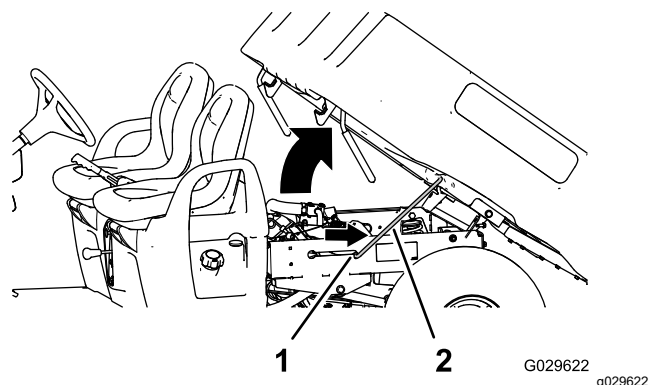

Figura 15
2. Estraete l'asta di supporto dalla fessura di arresto (Figura 15).
3. Abbassate il pianale fino a quando non si fissa saldamente in posizione (Figura 15).
2. Tirate l'asta di supporto inserendola nella fessura di arresto per fissare il pianale (Figura 15).